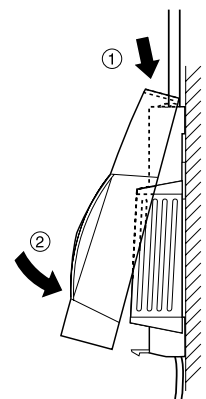

Figura 4: Posizionamento dell'alloggiamento del coperchio
- ▶ Posizionare il coperchio dell'alloggiamento in alto ed agganciarlo in basso (vedere Figura 4).
- Posizionare il coperchio dell'alloggiamento in alto ed agganciarlo in basso (vedere Figura 4).